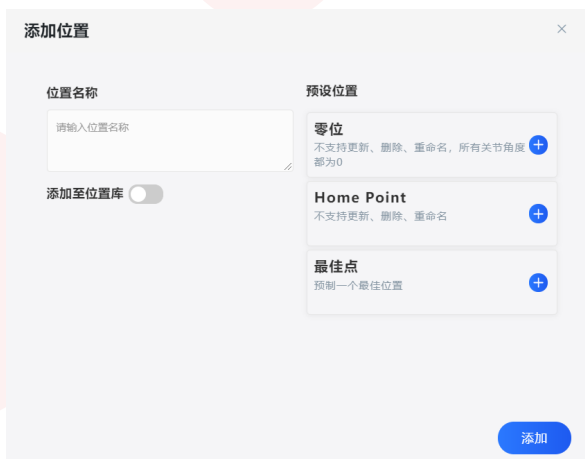

图 3.6 添加位置对话框
- 时间轴编辑器内编辑区的添加动作块按钮 $+$ ，选择 **位置**，在打开的**添加位置对话框**（如**图3.6**所示）中输入位置名称，点击 **添加** 按钮，即可将机器人当前位置保存在一个新的位置动作块⁵。